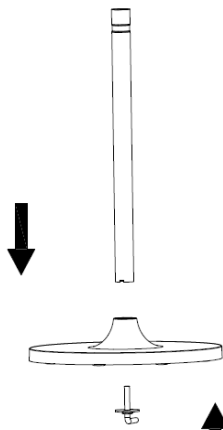

Рисунок 1
- A. Проденьте стойку сквозь отверстие в основании и надежно закрепите их винтом (рис. 1).